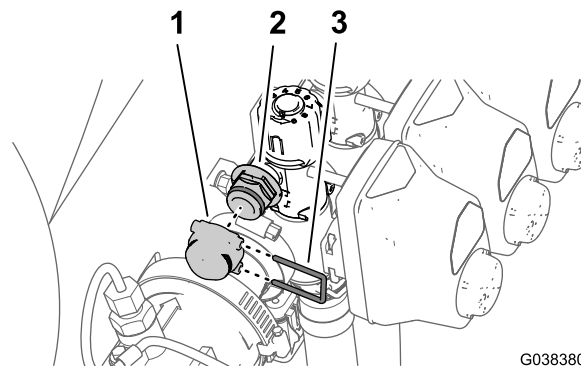

Figura 86
- 7. Montate il tappo sul raccordo di collegamento rapido (Figura 86) con il fermo che avete rimosso al passaggio 1.